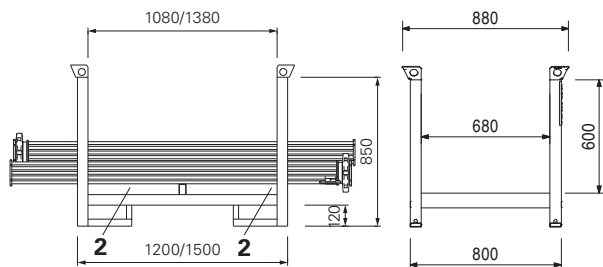

Fig. 3
Con il carrello elevatore è possibile togliere il carico dal bancale sul lato lungo (2). (Fig. 3)